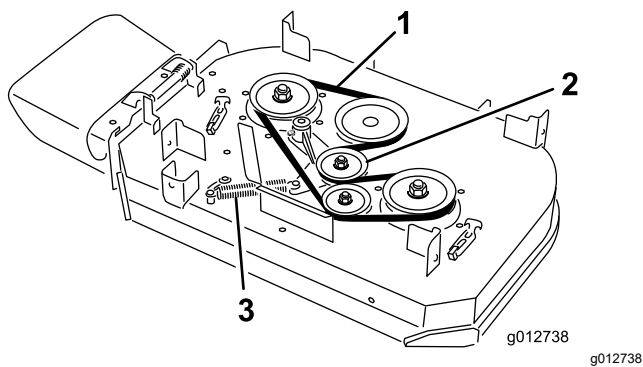

Figure 62
4. Décrochez le ressort du tenon d'ancrage sur le bras de la poulie de tension (Figure 62).
5. Enlevez la courroie usée du tablier de coupe (Figure 62).
6. Montez la courroie neuve sur la poulie d'embrayage, les poulies du tablier de coupe et la poulie de tension (Figure 62).
7. Accrochez le ressort au tenon d'ancrage sur le bras de la poulie de tension (Figure 62).